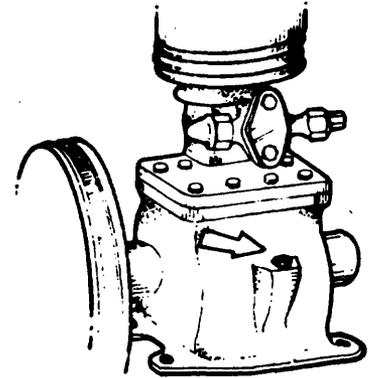

Fig. 1
- a Retire el tapón cónico del carter, usando una lleva apropiada (fig. 1).